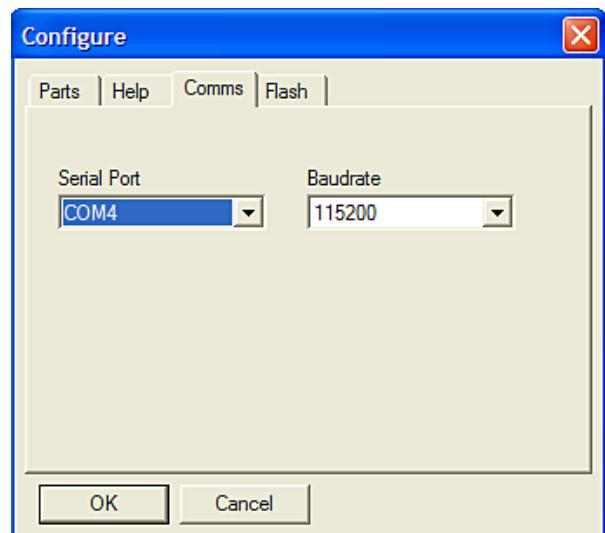

図 9. ダウンローダ用の COM ポートの選択
4. **Configure** をクリックして図 9 のボックスを表示します。
COM ポートは “COM ポートの確認” で確認したポートを選択して下さい。COM ポートは **Comms** タブの **Serial Port** ボックスから選択・変更することができます（図 9 を参照）。